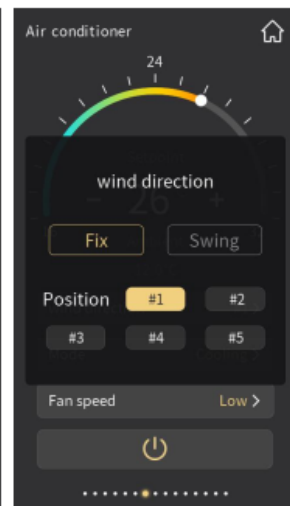
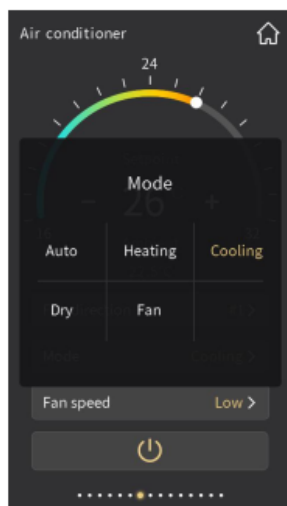
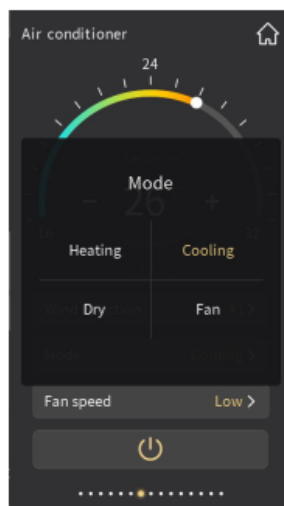

Fig.2.4.3
Fig.2.4.4
Fig.2.4.5
⑦ Rufen Sie die Einstellung für die Lüfterrichtung auf, indem Sie diese Kachel antippen, und ein Untermenü wird geöffnet (siehe Abb. 2.4.3).
Wählen Sie unter fester Lüfterrichtung eine der 5 Optionen (Nr. 1, Nr. 2, Nr. 3, Nr. 4, Nr. 5) für die Position der Lüfterrichtung aus. Wählen Sie dann beispielsweise Nr. 1, Schnittstelle, wie in Abb. 2.4.3 gezeigt Tippen Sie auf
⑧ Rufen Sie die Modusauswahl auf, indem Sie diese Kachel antippen. Daraufhin wird ein Untermenü geöffnet, das in Abb. 2.4.4 und Abb. 2.4.5 dargestellt ist.
Der automatische Modus wird durch Parameterkonfiguration deaktiviert oder aktiviert. Bei Deaktivierung wird auf der Benutzeroberfläche kein Auto-Element angezeigt, wie in Abb. 2.4.4 dargestellt. Wenn diese Option aktiviert ist, wird auf der Benutzeroberfläche ein Auto-Element angezeigt (siehe Abb. 2.4.3).
⑨ Geben Sie die Einstellung für die Lüftergeschwindigkeit ein, indem Sie dieses Symbol antippen. Daraufhin wird ein Untermenü geöffnet (siehe Abb. 2.4.5).